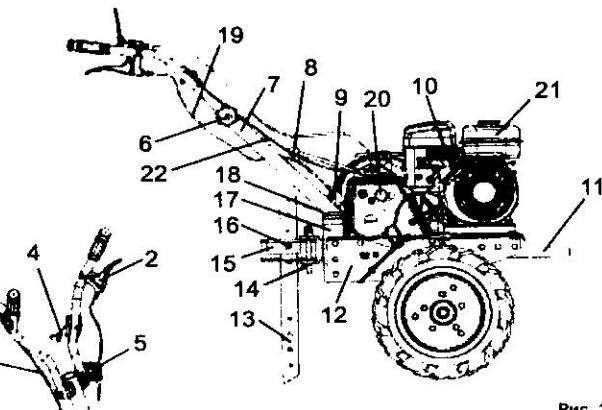

Рис. 1
- Установите руль управления на вал рулевой колонки. Зафиксируйте удобный угол наклона руля, затянув рукоятку (14)(См. Рис.1).